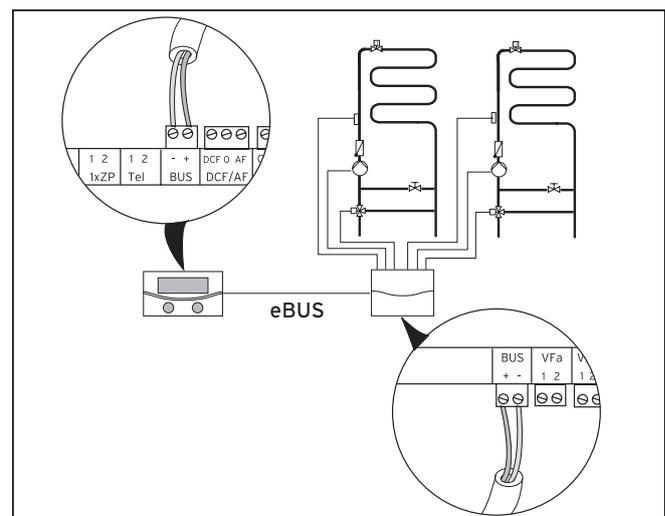

Abb. 7.22 Weitere Mischerkreise mit VR 60 installieren
- Entnehmen Sie den Systemaufbau (→ **Abb. 7.22**). Beachten Sie die → **Montageanleitung** des Mischermodule.